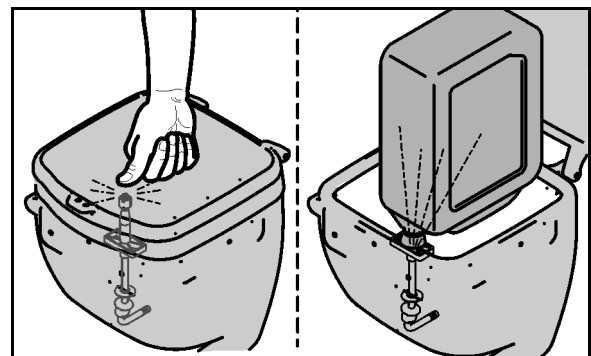

Fig. 54
- der geschlossene Klappdeckel nach unten gedrückt wird (Fig. 54).